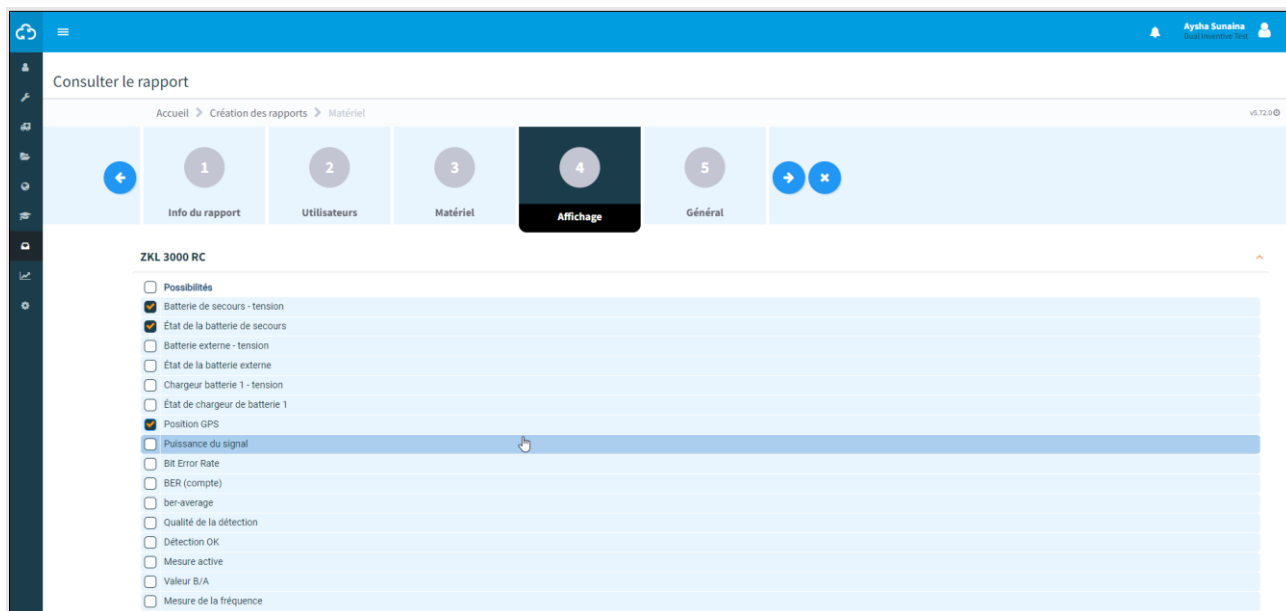

Figure 78 Consulter le rapport - affichage
- Étape 2 – Affichage (Figure 78),